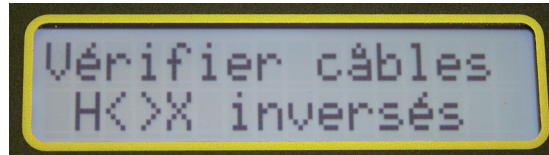

Figure 5-5
- Si les branchements H/X sont inversés, l'appareil affichera un message d'erreur (voir Fig. 5-5) comme pour le test TV/TP et mettra fin au test.